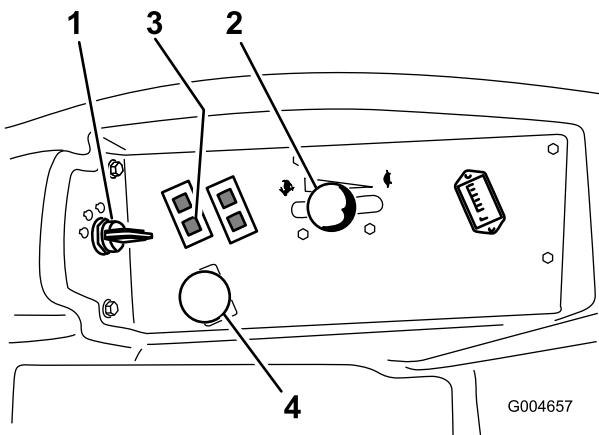

Figure 16
5. Réglez la commande d'accélérateur à mi-course entre les positions bas et haut régime (Figure 16).
4. Placez la commande de prise de force (PDF) en position désengagée (Figure 16).